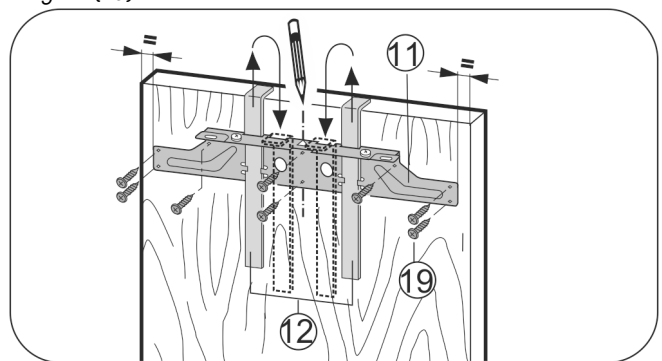

Fig. 18
- ▶ Pritrdilni prečnik Fig. 18 (11) z montažnim pripomočkom Fig. 18 (12) obesite na notranjo stran vrat pohištva.
- ▶ Pritrdilni prečnik Fig. 18 (11) naravnajte na sredino vrat.
- ▶ Pritrdilno prečko Fig. 18 (11) dobro privijte s pomočjo najmanj 6 vijakov Fig. 18 (19).
- ▶ Pritrdilno prečko Fig. 18 (11) s 4 vijaki Fig. 18 (19) dobro privijte na rob.
- ▶ Montažne pripomočke Fig. 18 (12) izvlecite navzgor in jih tako obrnjene potisnite v poleg ležeče odprtine.